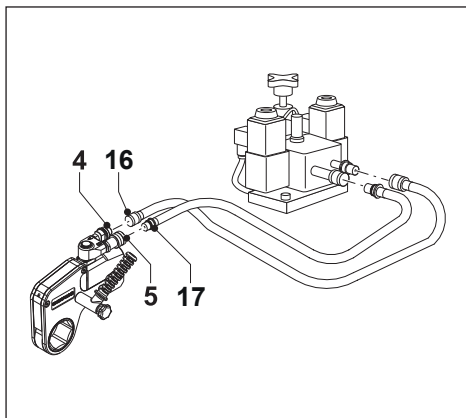

Fig. 8
3.5 Montagem das mangueiras (fig. 8)